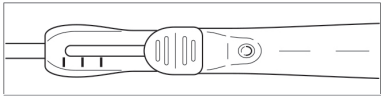

Figura 12: Segni sull'impugnatura per palloncino di 8 mm di lunghezza
- c. Quando si usa il palloncino di 8 mm di lunghezza, possono essere necessari più gonfiaggi per raggiungere il risultato desiderato. Ritirare parzialmente il meccanismo di scorrimento del palloncino tra i gonfiaggi usando i segni di riferimento posti a 5 mm di distanza sull'impugnatura per assicurare un trattamento di lunghezza appropriata. Vedere la Figura 12.